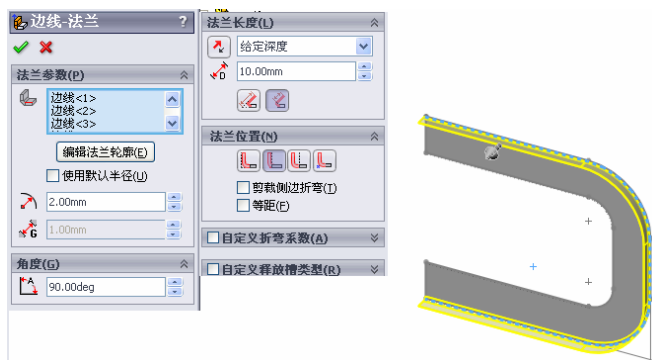

图 9-61 生成边线法兰操作
④ 生成“边线法兰”特征。选择菜单栏中的“插入”→“钣金”→“边线法兰”命令，或者单击“钣金”工具栏中的“边线法兰”图标，在“边线法兰”特征管理器法兰长度栏中键入值：10；其他设置如图 9-61 所示，单击钣金零件的外边线，单击“确定”图标。
⑤ 生成“边线法兰”特征。重复上述的操作，单击拾取钣金零件的其他边线，生成边线法兰，法兰长度为 10mm，其他设置与图 9-61 中相同，结果如图 9-62 所示。